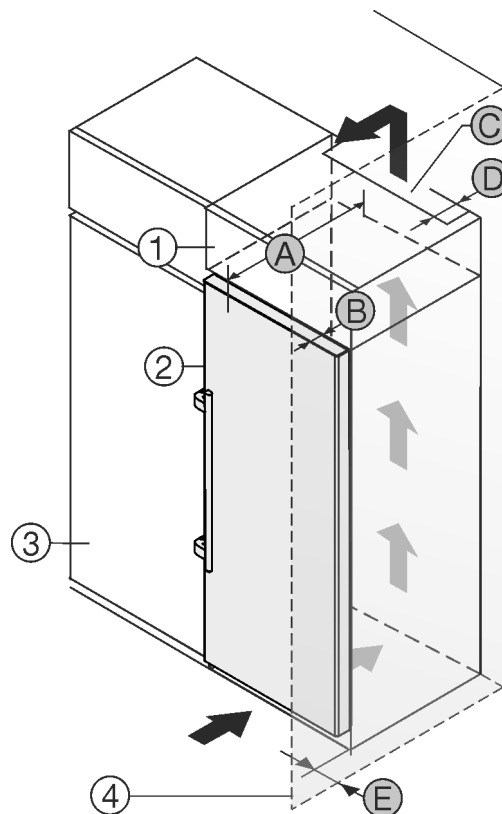

Fig. 1
- (1) Aufsatzschrank
- (2) Gerät
- (3) Küchenschrank
- (4) Wand
- (A) Gerätetiefe
- (B) Türtiefe
- (C) Belüftungsquerschnitt
- (D) Abstand Geräte- und Rückseite zum Schrankinneren
- (E) Abstand zwischen der Geräte- und der Schrankwand
Sie können das Gerät direkt neben dem Küchenschrank Fig. 1 (3) aufstellen.
An der Rückseite des Aufsatzschrankes muss ein Abluftschacht mit der Tiefe Fig. 1 (D) über die gesamte Aufsatzschrankbreite vorhanden sein.
Unter der Raumdecke muss der Entlüftungsquerschnitt Fig. 1 (C) eingehalten werden.
Wenn Sie das Gerät mit den Scharnieren neben einer Wand Fig. 1 (4) aufstellen, dann muss der Abstand zwischen Gerät und Wand mindestens 57 mm betragen. Dies entspricht dem Griffüberstand bei geöffneter Tür.
Damit Sie die Tür vollständig öffnen können, muss das Gerät um die Türtiefe *Fig. 1 (B)* gegenüber der Küchenschränkfront vorstehen. Abhängig von der Tiefe der Küchenschränke *Fig. 1 (3)* und Verwendung von Wandabstandshaltern kann das Gerät weiter herausragen.